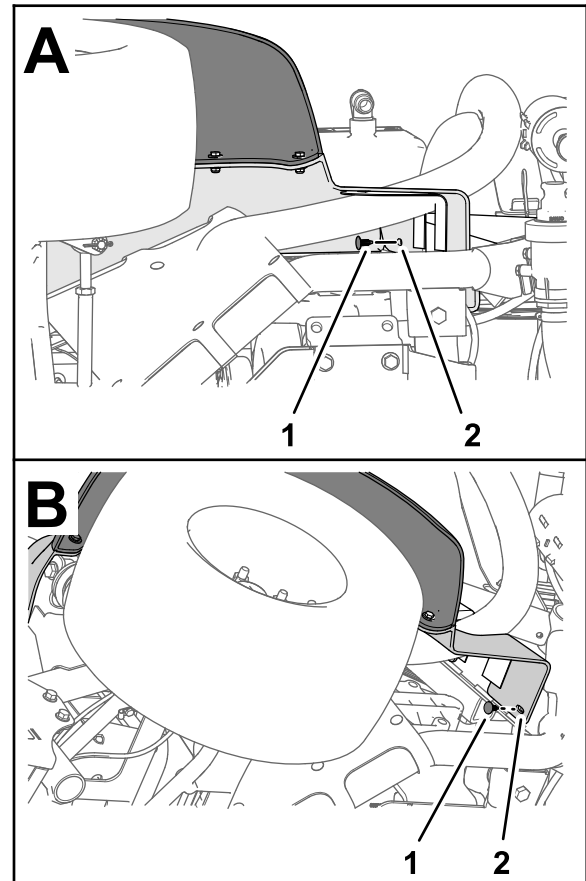

Bild 10
- Entfernen Sie die zwei Eindrückbefestigungen, mit denen der linke, vordere Kotflügel am unteren Überrollschutz-Kanal befestigt ist (Bild 10).